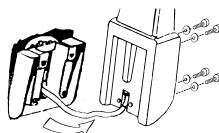

Figure 1
1. Brancher le tuyau d'aspiration de produit chimique à l'ajutage au fond du manche (Figure 1).